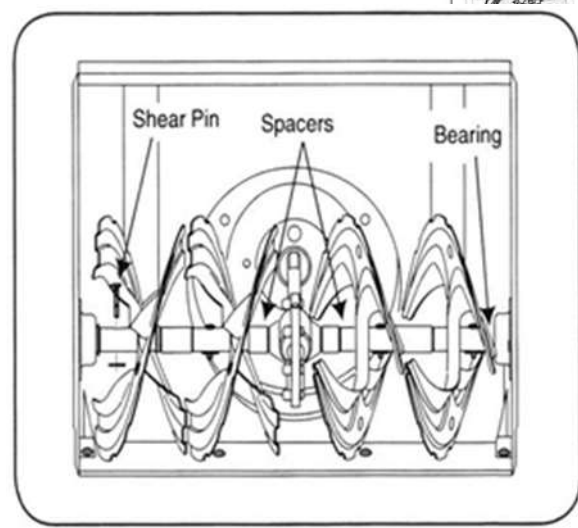

Figure 19
- L'ensemble est fixé à l'arbre en spirale à l'aide de deux goupilles de cisaillement et de goupilles fendues. Si les fraises devaient heurter un corps étranger ou un obstacle, la souffeuse à neige est conçue pour que les goupilles puissent se cisailer. Voir la figure 19.